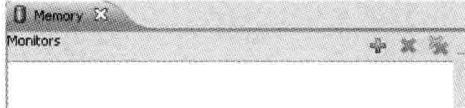

图 4.96 存储器监控界面
(7) 再次单击 Resume 按钮 ，可以看到执行了一些行，然后执行到第三个断点停下来。由于成功地初始化定时器，所以跳过了第二个断点。
(8) 单击 Step Over 按钮 或者按 F6，执行一条语句。当执行 Step Over 时，读者可以注意到，根据于板上开关设置，dip\_check\_prev 变量的值也发生了改变。
(9) 单击 memory 标签。
(10) 如图 4.96 所示，单击 符号，添加一个存储器监控器。